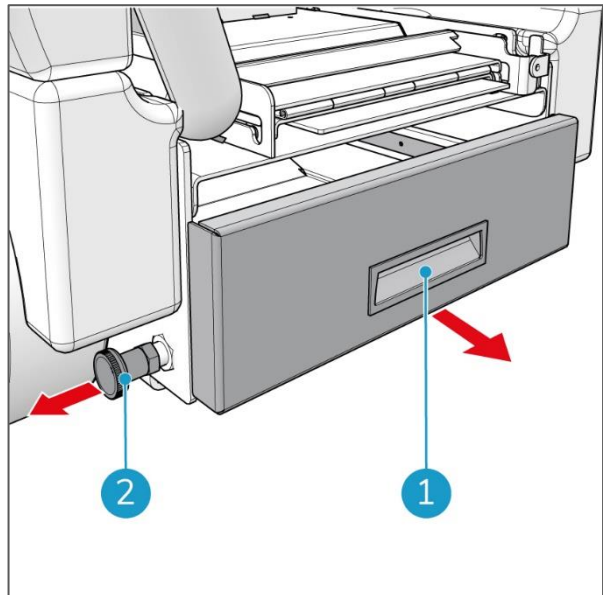

Figura 14
2. Extrae el pasador de bloqueo del lado izquierdo (Figura 14, pos. 2) del compartimento de las baterías.
3. Extrae el compartimento de las baterías por el asa negra (Figura 14, pos. 1), hasta que quede bloqueado en su posición.